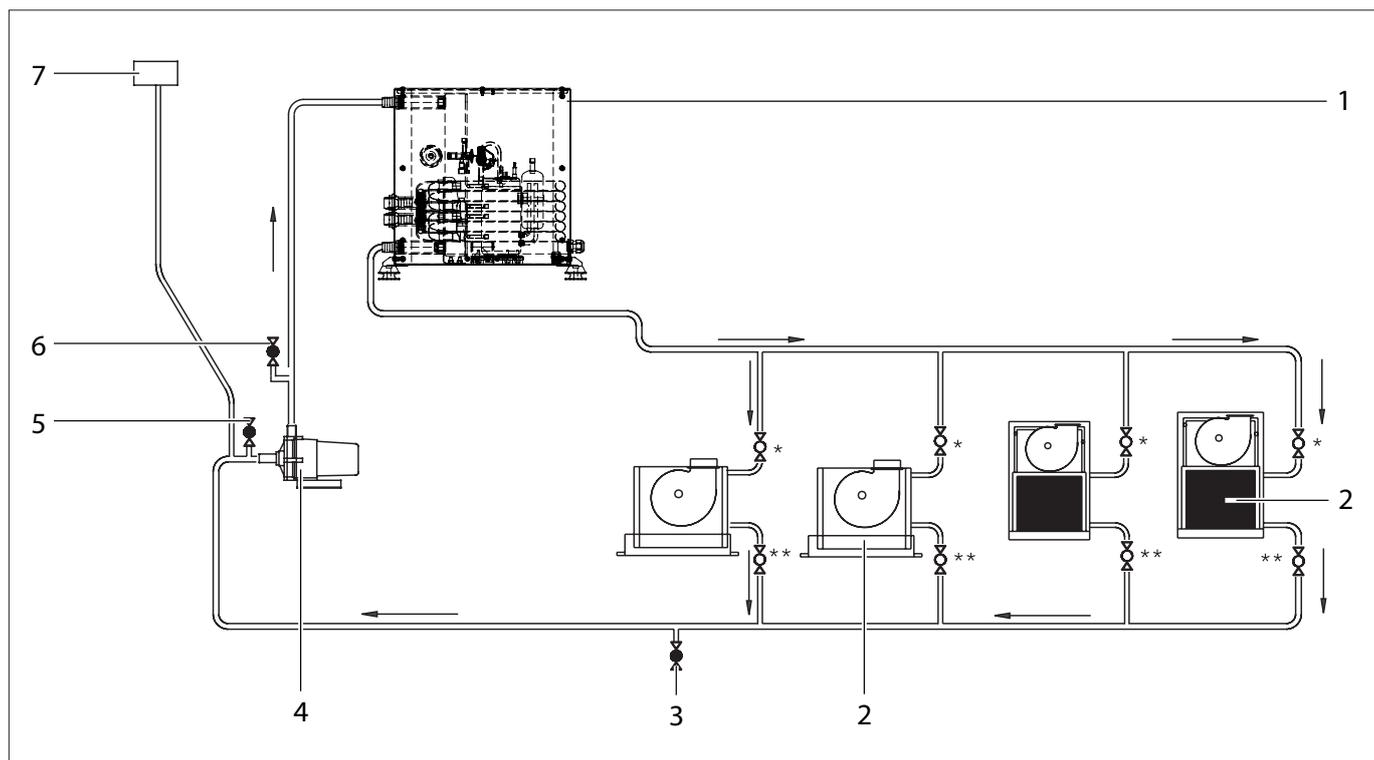

рис.8 Пример контура холодной воды открытой системы с 1 холодильным агрегатом и 4 фанкойлами
► Монтируйте трубопроводы холодной воды в соответствии с рис.8 или рис.21.